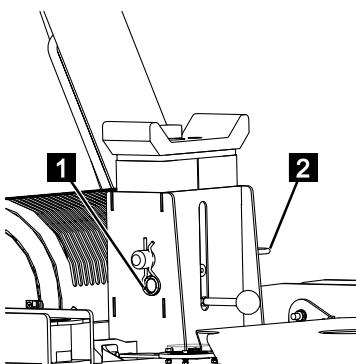

Abb. 116
4. Federsplint (Abb.116/1) aus dem Befestigungsbolzen (Abb.116/2) herausziehen.
5. Den Befestigungsbolzen (Abb.116/2) herausziehen.